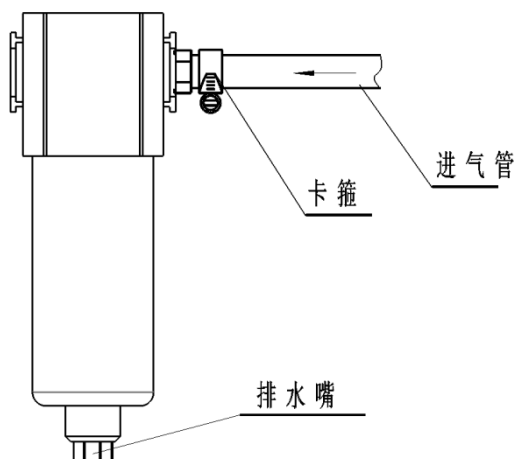

图 8：空气过滤器
2) 气冷割炬的连接（参见“图 8 割炬连接接口”）
（参见“图 8 割炬连接接口”）首先将割炬冷却液回电缆接头与切割机前下面板标有“冷却液回(电输出)”的铜嘴连接；冷却液出接头与切割机前下面板标有“冷却液出(电输出)”的铜嘴连接；将割炬气管螺母与切割机前下面板标有“气电输出”的铜嘴连接；然后将割炬引弧导线与切割机前下面板标有“引弧”的接线柱连接；最后将割炬控制插头与切割机前下面板标有“控制”的插座进行连接。